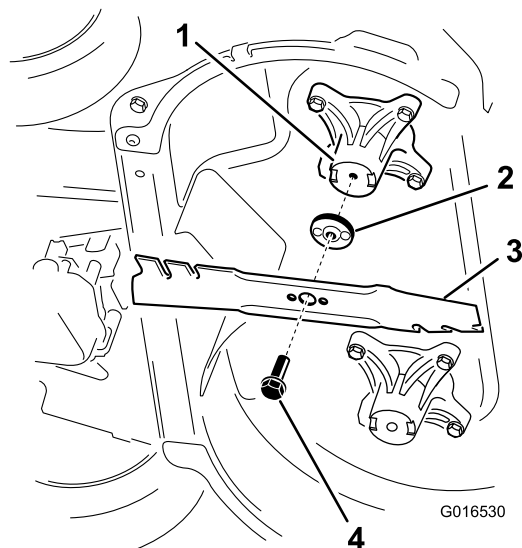

Figure 42
2. Déposez chaque lame comme montré à la Figure 42.
1. Montez la première lame de sorte qu'elle soit horizontale, et reposez toutes les fixations, comme montré à la Figure 42.